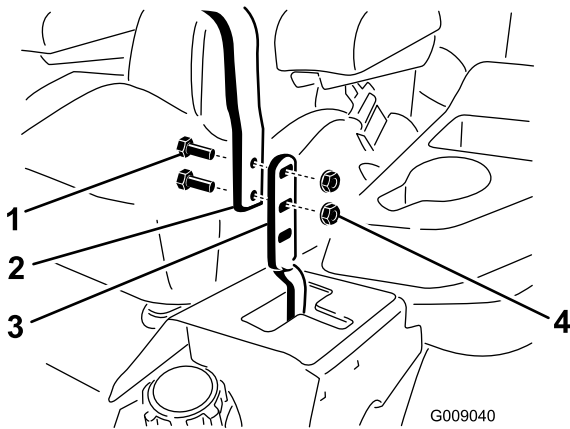

Figura 65
3. Allentate i bulloni e i dadi delle flange montati sulle leve (Figura 65).